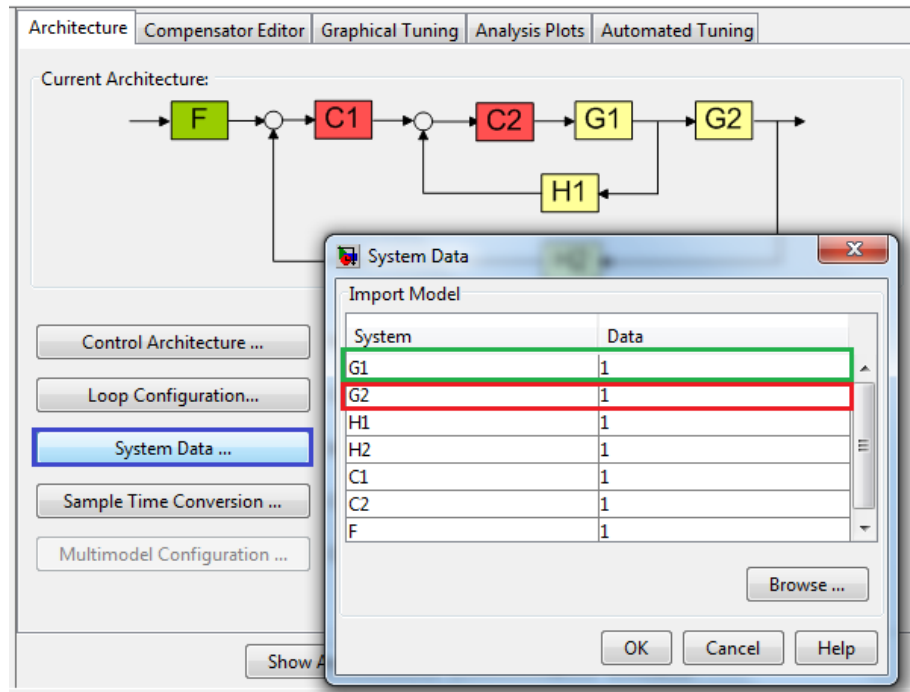

Figura 101. Esquema pestaña Architecture.
- Configure los bloques del controlador en la pantalla principal de sisotool haciendo click en *System Data* recuadro azul de la Figura 101, se abrirá la ventana de carga de funciones.
- En la ventana *System Data* configure todos los valores excepto G1 recuadro verde y G2 recuadro Rojo de la Figura 101, en 1 que es el valor por defecto.
- Para modificar el bloque G1 (Bloque función de transferencia Velocidad), escoger G1 en el recuadro verde Figura 101, dé click en Browse como se muestra en la Figura 101. Se abrirá una nueva ventana.
- Para modificar el bloque G2 (Bloque función de transferencia Posición), escoger G2 en el recuadro rojo Figura 101, dé click en Browse. Como se muestra en la Figura 101, se abrirá una nueva ventana.